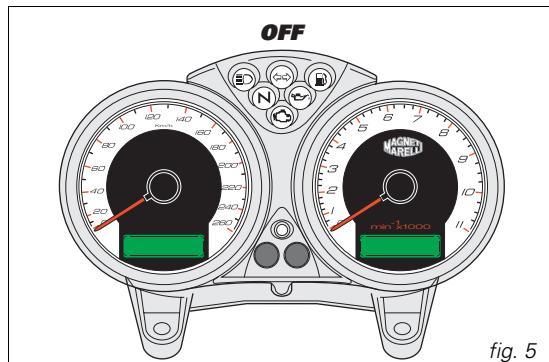
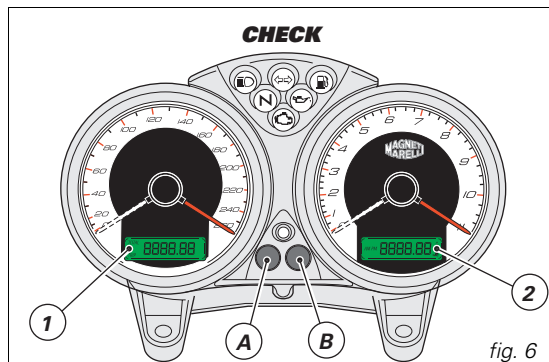

fig. 5
fig. 6
À l'allumage (en tournant la clé de contact de la position **OFF** à la position **ON**), le tableau de bord effectue un diagnostic de l'instrumentation (cadran, écran, témoins) (voir les fig. 5 et fig. 6).
Appuyer sur la touche (A, fig. 6) clé sur **ON** pour basculer entre le totaliseur journalier et le compteur kilométrique.
Pour mettre le totaliseur journalier à zéro, appuyer sur la touche (A, fig. 6) pendant plus de 2 secondes quand **TRIP** est affiché (LCD 1).
Appuyer sur la touche (B, fig. 6) clé sur **ON** pour afficher l'horloge et la température de l'huile.
Appuyer sur la touche (B, fig. 6) pendant au moins 2 secondes. Sélectionner AM/PM en appuyant sur la touche (A, fig. 6). Appuyer sur la touche (B) pour régler les heures. Appuyer plusieurs fois sur la touche (A) pour modifier l'heure. Appuyer sur la touche (B) pour régler les minutes. Appuyer sur la touche (A) pour faire avancer les minutes ; en appuyant pendant plus de 5 secondes, les minutes défileront plus rapidement. Appuyer sur la touche (B) pour sortir du mode de réglage.
En appuyant sur la touche (B, fig. 6) dans les 5 secondes suivant la rotation de la clé sur la position **ON**, chaque pression sur cette touche déterminera une variation de l'intensité lumineuse du tableau de bord.